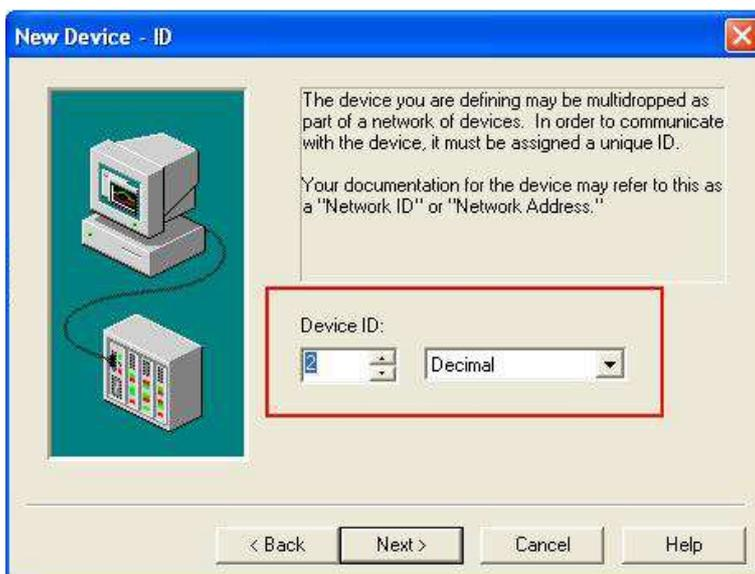

Рис.24
3.5. Выберите ID устройства. Оно соответствует ID NA-1020/NA-4021 (Рис.24):